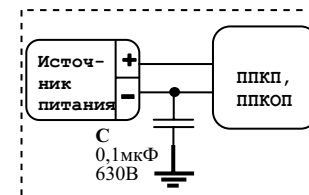

Рисунок 3
**ВНИМАНИЕ!!! В ЦЕЛЯХ ПОВЫШЕНИЯ ПОМЕХОУСТОЙЧИВОСТИ СИСТЕМЫ ПОЖАРНО-ОХРАННОЙ СИГНАЛИЗАЦИИ МИНУСОВОЙ ПРОВОД ИСТОЧНИКА ПИТАНИЯ ППКП ( ППКОП) РЕКОМЕНДУЕТСЯ ЗАЗЕМЛЯТЬ ЧЕРЕЗ НЕПОЛЯРНЫЙ КОНДЕНСАТОР ЕМКОСТЬЮ 0,1–0,47 МКФ × 400 В (ИЛИ БОЛЕЕ). НАПРИМЕР: К73-17, 0,1 МКФ, 630 В (см. рисунок 3).**